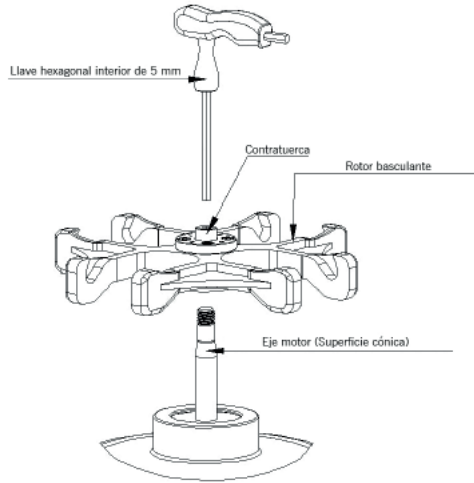

Figura 4: Esquema de instalación del rotor
- Como se muestra en la Figura 4, prepare el rotor que desea utilizar. Sujete el rotor con ambas manos, alinee el orificio central del rotor con el eje del motor, colóquelo verticalmente y en la parte inferior de la superficie cónica del eje. Suelte ambas manos, vuelva a presionar el rotor con las manos.